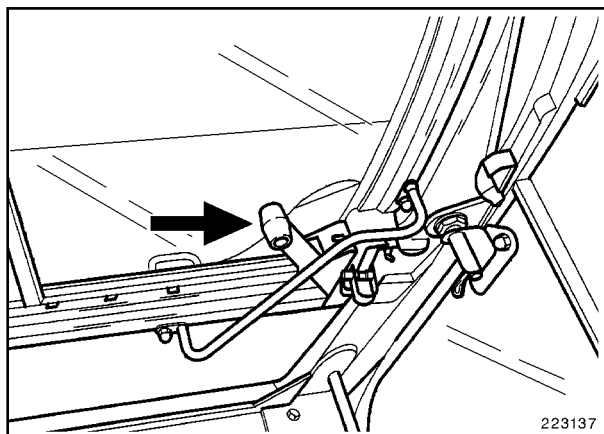

Fig. 5
- Apretar hacia adelante la palanquita (Fig. 5) para abrir la puerta de la cabina desde el interior.